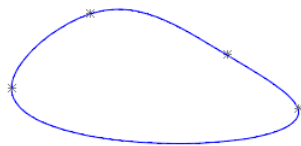

图 5.2.4 封闭曲线
说明：如果选中对话框中的 ☒ 闭环曲线(O) 复选框，则创建的曲线为封闭曲线(图 5.2.4)。